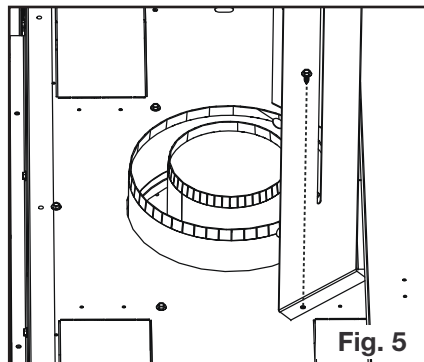

Fig. 5
5. Utilisez les attaches à l'étape 4 pour fixer le bouclier d'évent sur l'appareil (Fig. 5).